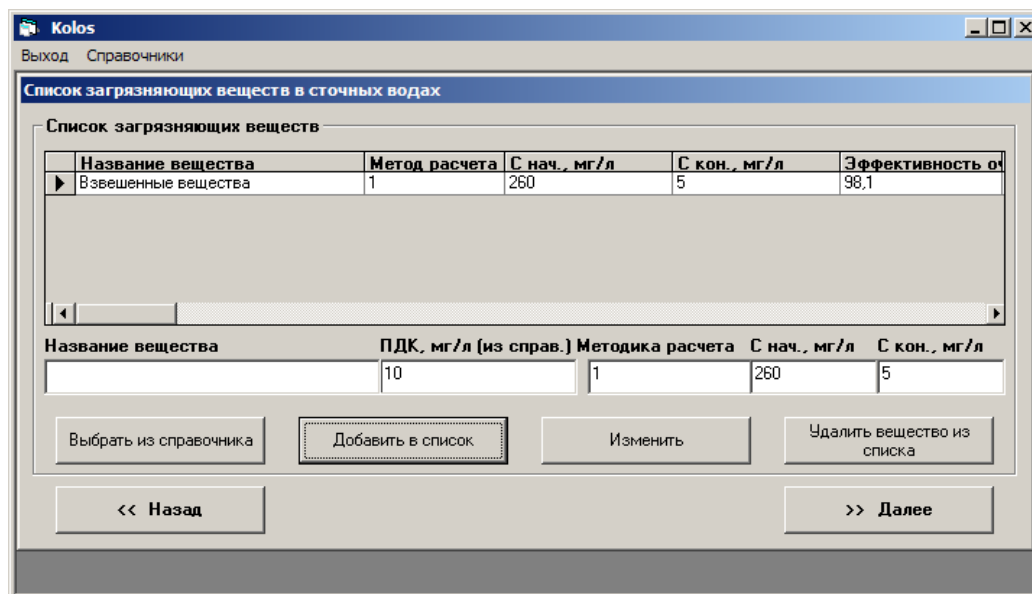
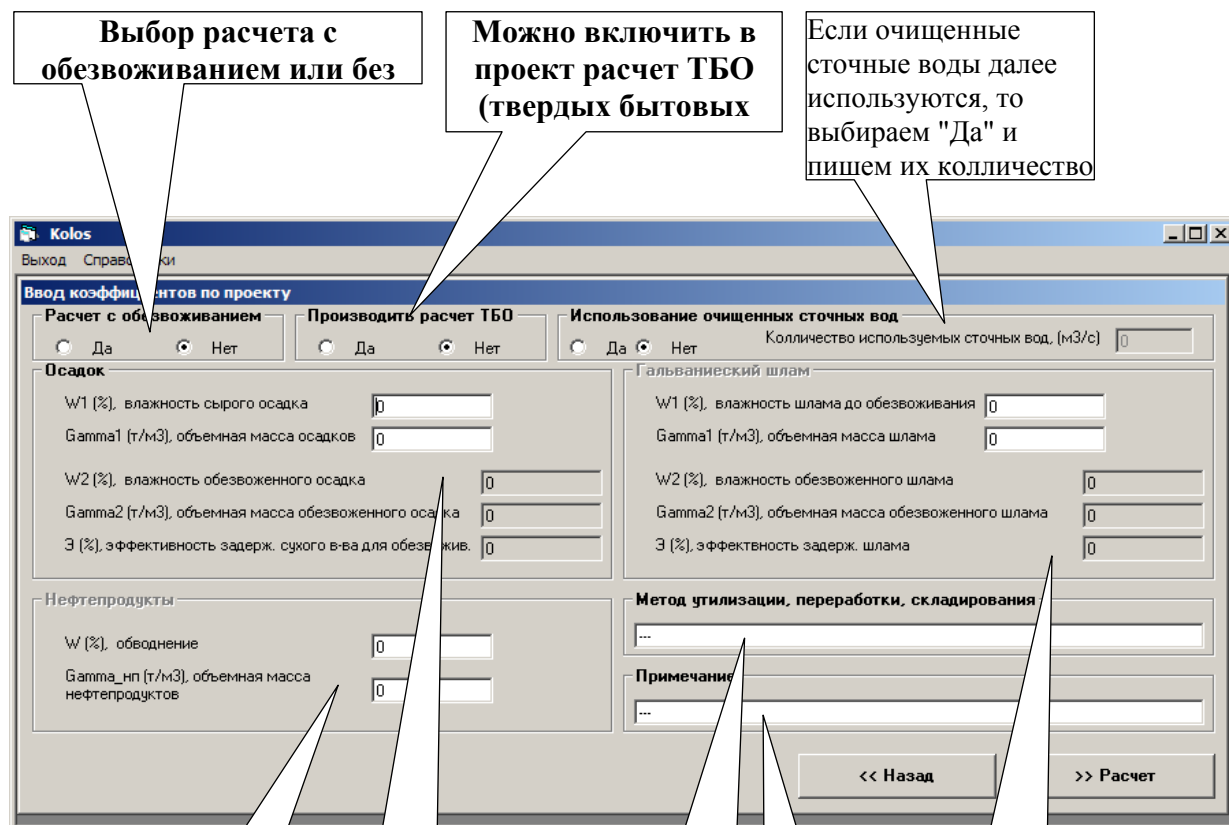

Рис. 8. Новое вещество, после добавления в проект, занесено в "Список загрязняющих веществ"
Рис. 10.
- нажимаем на "Добавить в список". Будет проведен соответствующий расчет по данному веществу, оно будет занесено в БД проекта и соответственно попадет в "Список загрязняющих веществ" формы (Рисунок 8).
Чтобы перейти к работе с окном "Ввод коэффициентов по проекту", нужно После окончания работы со списком вредных веществ (Рисунок 8) нажать на кнопку ">> Далее", в результате чего на экране появится окно "Ввод коэффициентов по проекту" (Рисунок 10).
Если мы хотим вернуться к вводу коэффициентов по проекту (Рисунок 10), то нажимаем на "<< Назад".